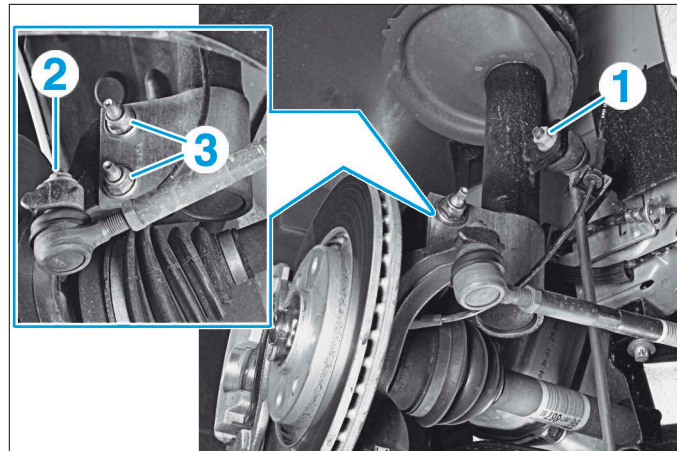

FIG. 2
- Déposer l'écrou (1) et écarter la biellette de barre stabilisatrice (Fig.2).
- Déposer l'écrou (2).
- Déposer les écrous (3) et extraire les vis de fixation de l'élément de suspension sur le pivot.